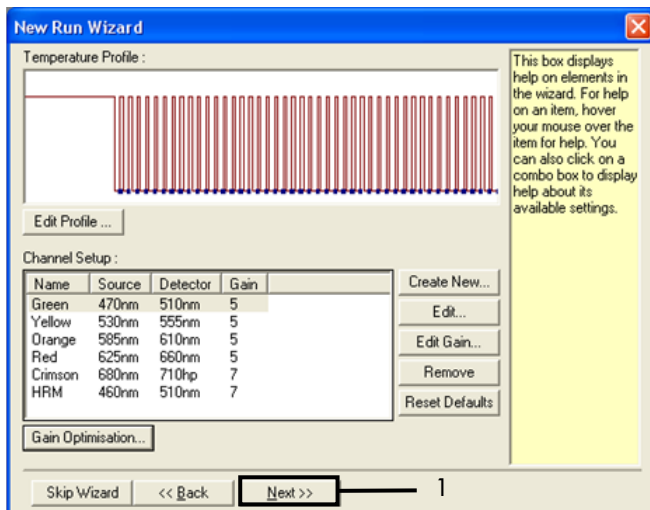

Figure 32. « Next » (Suivant) (1).
15. Cliquer sur Next (Suivant) (figure 32). Cliquer sur Save Template (Enregistrer le modèle) pour enregistrer le modèle du *therascreen* EGFR RGQ PCR Kit (fichier *.ret) dans un emplacement approprié.